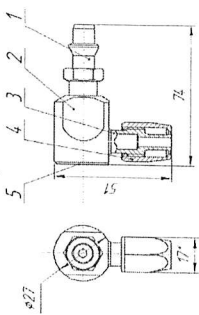

Рисунок 1 Штуцер S
2.5 Общий вид, габаритные и присоединительные размеры приведены в мм смотри рис. 1 и 2.
Штуцер S (рис.1) имеет ниппель (1) газоэпифидический для каждого вида медицинского газа или вакуума, предназначенный для введения в розетку (в её ловитель), ручку (2), штуцер (3) и гайку (4), служащие для герметичного присоединения гибкого армированного шланга сечением $\varnothing 10,5 \times 2,5$ мм (наружный диаметр, толщина стенки) медицинских приборов и аппаратов.
5.4 На штуцер штуцера (3 – рис.1) одеть гибкий армированный шланг подключаемых медицинских приборов и зафиксировать его гайкой (4 – рис.1).